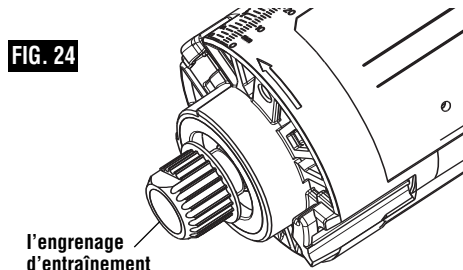

FIG. 24
1. Retirez l'écrou de la pince de serrage du moteur et installez la poulie d'entraînement à l'aide de la clé à écrou de pince. Veillez à ce que l'engrenage d'entraînement soit serré à fond sur l'axe du moteur. (Fig. 24)